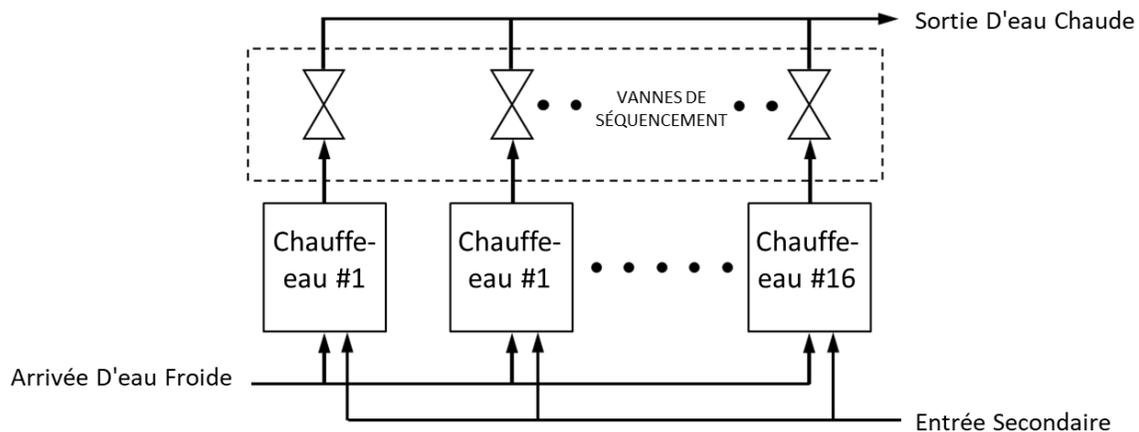

Figure 8-1 : Schéma fonctionnel simplifié - WHM (Water Heater Management)
Le système WHM II (On-Board-Water-Heater Management system II) est une fonctionnalité intégrée au contrôleur Edge conçue pour organiser et coordonner différents chauffe-eau Centurion tout en assurant la meilleure efficacité opérationnelle. Le code du logiciel WHM est hébergé dans chaque contrôleur Edge membre du système. WHMII peut contrôler jusqu'à huit (8) chauffe-eau en parallèle. Chaque chauffe-eau contrôlé par le biais de WHM doit être équipé d'une vanne d'isolement de séquençage contrôlée par actionneur (P/N **92123** ou **92084-TAB**). Cette vanne est fixée à l'entrée d'eau froide de chaque chauffe-eau du réseau WHM (cf. Figure 8.1 ci-après).
Le système WHM (Water Heater Management) du contrôleur Edge a été conçu afin que tous les chauffe-eau du système fonctionnent le plus efficacement possible. Pour ce faire, on surveille la position de la vanne air/carburant (VP) de tous les chauffe-eau dont les vannes d'isolement de séquençage sont ouvertes. Les appareils dont les vannes de séquençage sont ouvertes sont appelés « appareils activés ». Les appareils dont les vannes de séquençage sont fermées sont appelés « appareils désactivés ». Les appareils ne parvenant pas à fonctionner en raison d'une défaillance ou de l'intervention d'un utilisateur sont appelés « appareils hors ligne ». En cas de demande minimale ou absente d'eau chaude, la vanne de séquençage d'un appareil sera ouverte. À mesure que la charge du système augmente, WHM ouvre les vannes de séquençage d'autres chauffe-eau. Un schéma fonctionnel simplifié de différents chauffe-eau connectés à WHM est indiqué sur la Figure 8.1.